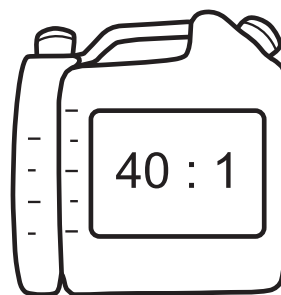

Fig. 12
- > Misture gasolina normal sem chumbo e óleo de alta qualidade na garrafa de mistura (Fig. 12).